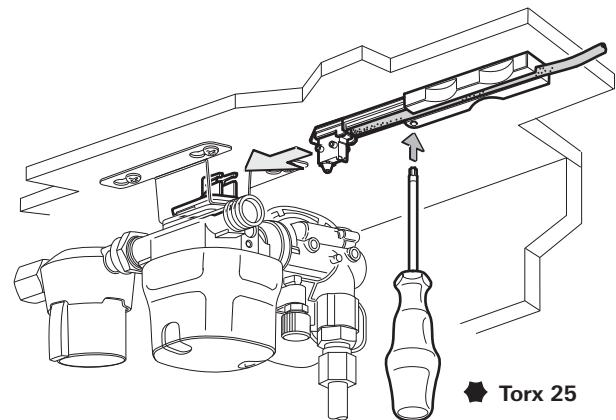

Afb. 4
- ▶ Schuif de gever van de zijkant in de houder van de DuoControl CS (Afb. 4). De gever moet voelbaar in de houder vastklikken.